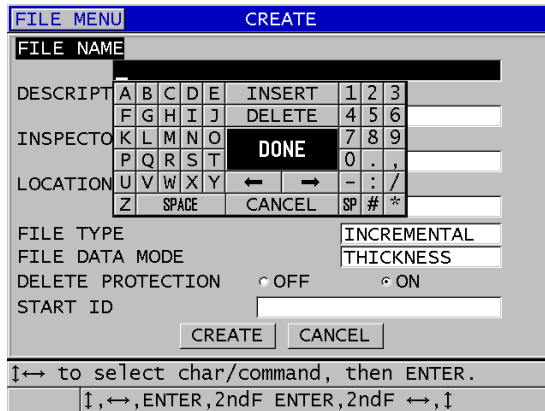

図 11-4 インクリメンタルファイルタイプのための作成画面
- 作成画面で、以下の操作を行います (184 ページの図 11-4 参照)。